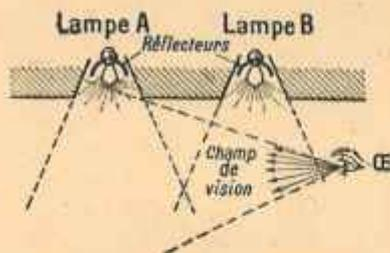

FIG. 90. — Un exemple de dispositif qui évite l'éblouissement direct.
(stéarique) située à 1 mètre des yeux : ces conditions fixent le maximum à ne pas dépasser. Or, les lampes à incandescence émettent plusieurs dizaines de bougies, et cette émission est ramassée sur une surface (apparente) très faible : il est, par suite, nécessaire que *toute lampe nue soit masquée à la vue* (1). La figure 90 schématise un dispositif étudié dans ce but.